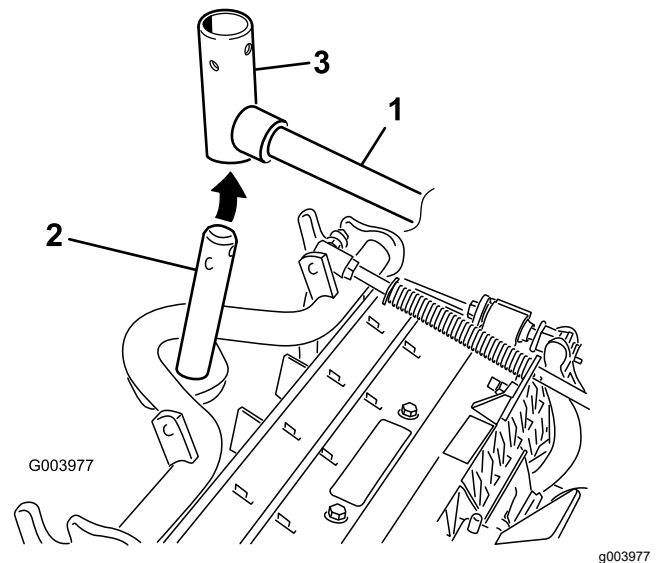

Bild 10
8. Frontmäherwerke: Schieben Sie ein Mähwerk unter den Hubarm und schieben Sie gleichzeitig die Trägerrahmenwelle in das Gelenkjoch des Hubarms (**Bild 10**).
- B. Setzen Sie das Hubarmjoch in die Trägerrahmenwelle ein (Bild 10).